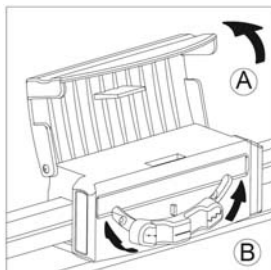

figura 5
- 1 Aprire la copertura presso la testina di taglio (figura 5, A).
- 2 Spostare il selettore fino ad ottenere il taglio desiderato (figura 5, B).